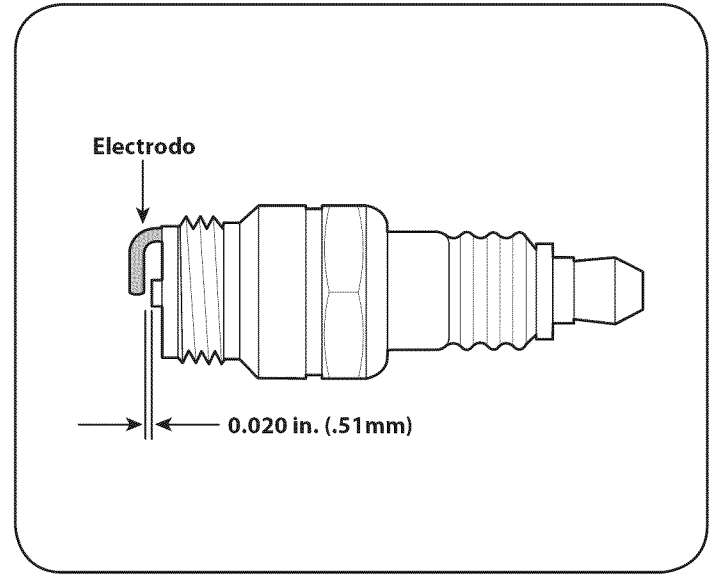

Figura 14
3. Compruebe el entrehierro con un calibrador de alambre. La separación correcta es 0,020 in. (0,51 mm). Vea la Figura 14. Si es necesario, reajuste el entrehierro.
2. Incline la cortadora de césped de modo que quede apoyada sobre el alojamiento, mantenga el silenciador de costado hacia abajo. Refiérase a la figura 14. Sostenga firmemente la cortadora.